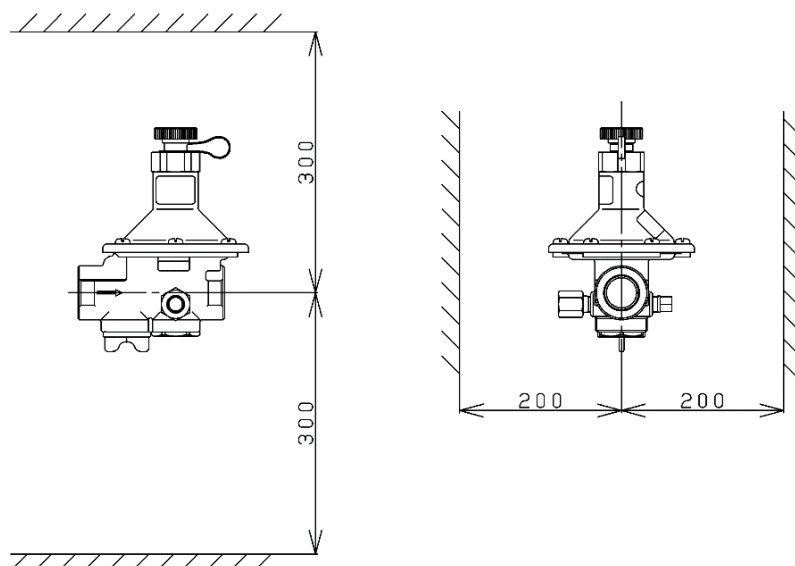

図1 スペース寸法(単位:mm)
- (11) 配管取付け方向は水平・垂直任意です。
- (12) 分解点検時および内蔵ストレーナ点検時には図1に示すスペースが必要です。